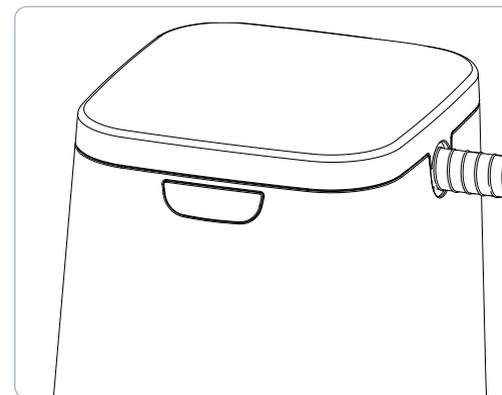

Figure 8. Geschlossener Deckel mit innen liegender PAP-Maske
5. Schließen Sie den Deckel, während der PAP-Schlauch in der offenen Aussparung liegt (Abbildung 8). Das SoClean-Gerät nimmt nun automatisch und entsprechend der voreingestellten Zeit und Dauer den Betrieb auf.